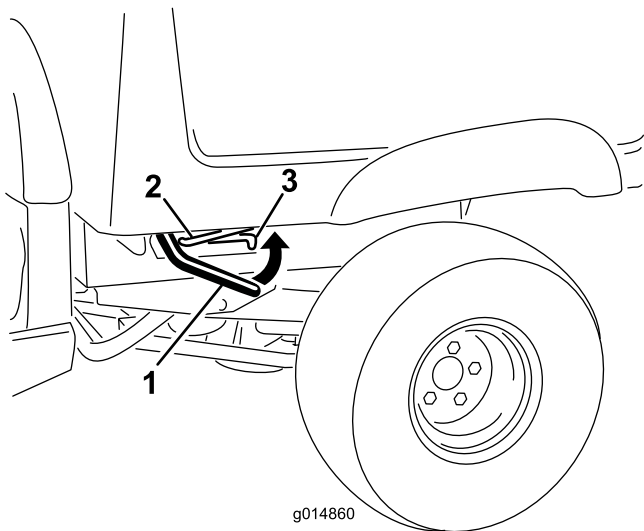

Figura 1
2. Alzate le leve ai lati del cassone e sollevatelo (Figura 1).
3. Tirate l'asta di supporto nella fessura di arresto per ancorare il cassone (Figura 1).